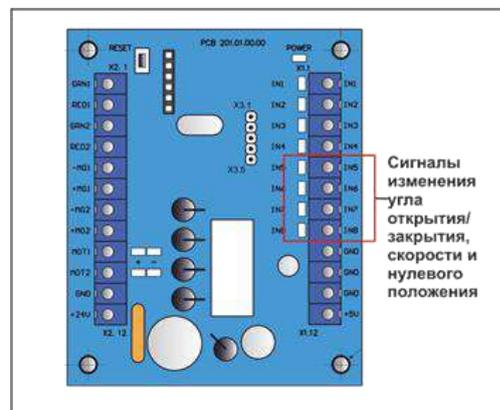

Рис. 17 – Сигналы изменения угла поворота на контроллере PCB 201
6. Проверить состояние сигналов (Рис.17) на контроллере PCB 201 – клеммы: IN5, IN6, IN7, IN8 при повороте ротора: